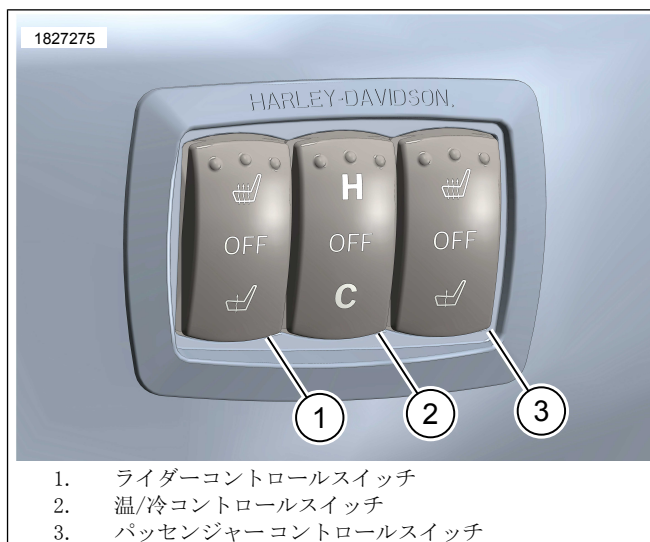

図3。シート温/冷コントロールスイッチ
1. 図3を参照してください。スイッチ( 1、3 ):
2. 図3を参照してください。スイッチ(2):